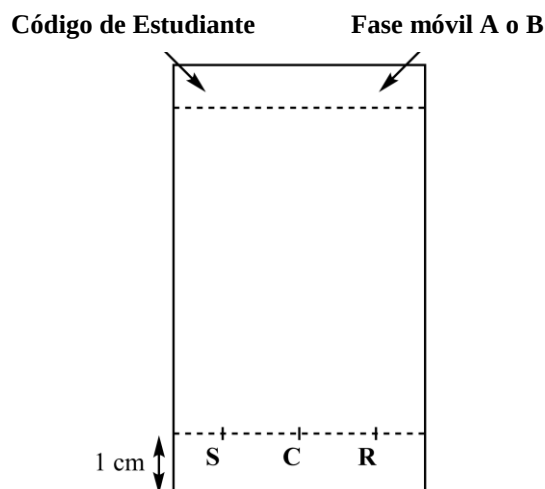

Figura 3. Preparación de la placa de CCD
3. **Prepara la placa de CCD.** Utiliza un lápiz para **dibujar** cuidadosamente la línea de siembra (a 1 cm de la parte de abajo de la placa) y **marca** las posiciones para sembrar las 3 muestras. **Rotúlalas** como **S** (material de partida), **C** (producto crudo) y **R** (producto recrystalizado), como se muestra en la Figura 3. En el margen superior izquierdo de la placa, **escribe** tu **Código de Estudiante**. En el margen superior derecho, **escribe** la fase móvil utilizada (**A** o **B** según corresponda). **Siembra** las tres muestras en la placa, utilizando los capilares.